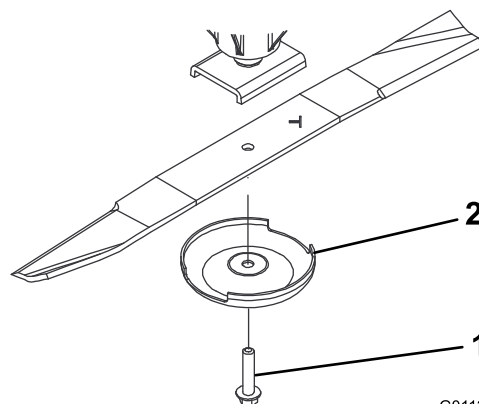

図 96
2. ぼろきれや厚いパッドの入った手袋を使ってブレードの端部をしっかり握る。スピンドルのシャフトからブレードボルト、芝削り防止カップ、ブレードを取り外す図 96。
うに取り付け、芝削り防止カップをつけてブレードボルトで固定する図 96。各ブレードボルトを 115 149N・m 11.8 15.2kg・m = 85 110ft・lb にトルク締めする。
ブレードの磨耗を放置すると、ブレードのセイル部と平坦部との間に割れ目が発生する図 96。この割れ目が拡大すると、最終的にはブレードがちぎれてハウジングの下から飛び出し、これがオペレータや周囲の人に重大な人身事故となる。